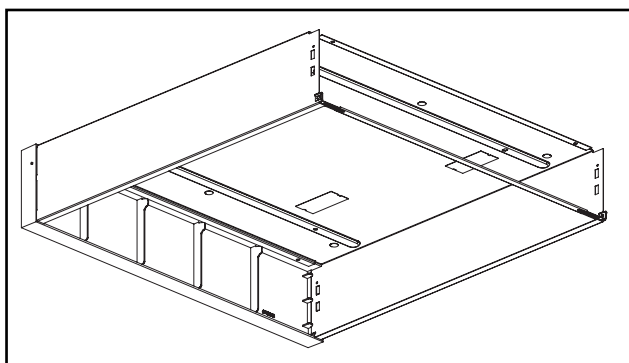

Figura 2.
2. Retire una placa trasera en un lado del kit de montaje en superficie. (ver Figura 2)